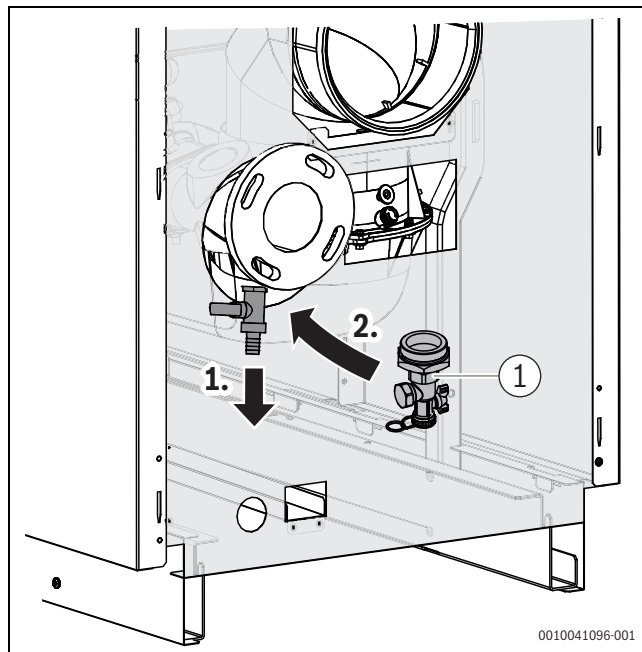

Рис. 27 Демонтаж сливного крана (показано правое исполнение)
- ▶ Демонтируйте сливной кран на обратной линии (→Рис. 27)